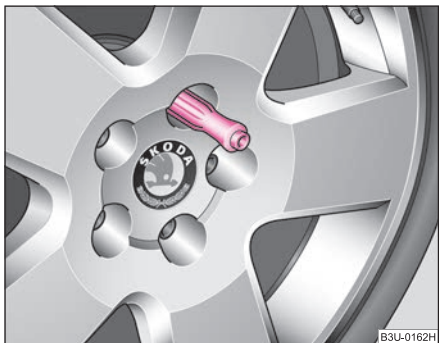

Fig. 196 Înlocuirea roții: Demontați șurubul hexagonal din șurubelniță
- Desfaceți șurubul cel mai de sus, cu ajutorul laturii **hexagonale** din mânerul șurubelniței (trusa de scule), și așezați-l pe un suport curat ⇒ pagina 253, fig. 196.